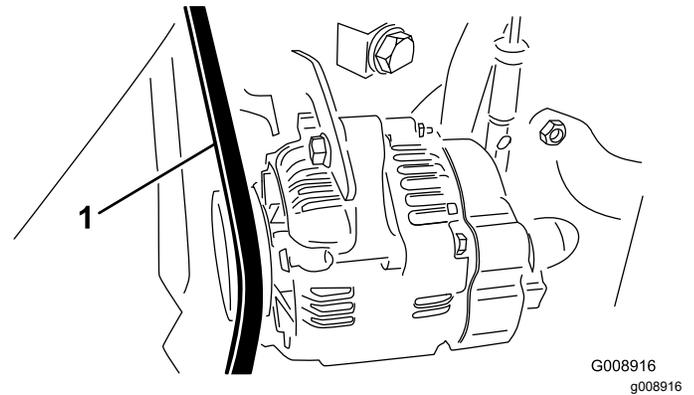

図 70
2. ベルト中央 オルタネータのプーリとクランクシャフトプーリの中間を $30\text{N}\cdot\text{m}$ $3\text{kg} = 22\text{lb}$ の力で押してベルトの張り具合点検する 図 70。